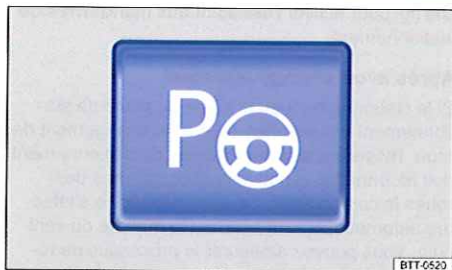

Fig. 172 Dans la partie supérieure de la console centrale : touche d'activation de l'assistant aux manœuvres de stationnement
Les capteurs ultrasons logés dans les pare-chocs avant et arrière, la touche   fig. 172 d'activation et de désactivation de l'assistant aux manœuvres de stationnement et l'indication sur l'afficheur du combiné d'instruments sont des composants de l'assistant aux manœuvres de stationnement.
- La touche   fig. 172 est actionnée.
mode de stationnement que vous souhaitez, vous pouvez sélectionner un autre mode de stationnement en appuyant sur la touche **[Pw]** ⇒ fig. 172.
Appuyez sur la touche [Pw] ⇒ fig. 172 .
2.	Tout en surveillant la circulation, dirigez-vous vers la place libre en marche avant et arrêtez le véhicule. Appuyez une fois sur la touche [Pw] ⇒ fig. 172 .
2.	Démarrage du moteur → page 207. Appuyez sur la touche → fig. 172.